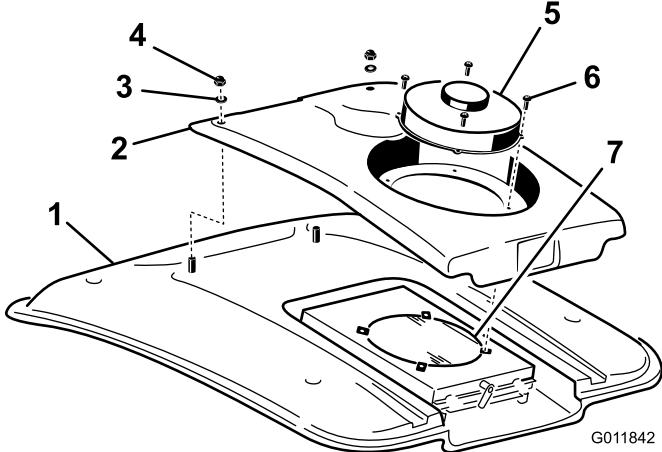

図 56
2. ファンとコンデンサカバーをファンマウントに固定しているネジ（4本）を取る（図 56）。
4. コンデンサカバーの前部をキャブの屋根に固定しているナット（2個）とワッシャを外す（図 56）。
8. スクリーンを圧縮空気でていねいに洗浄する（図 56）。